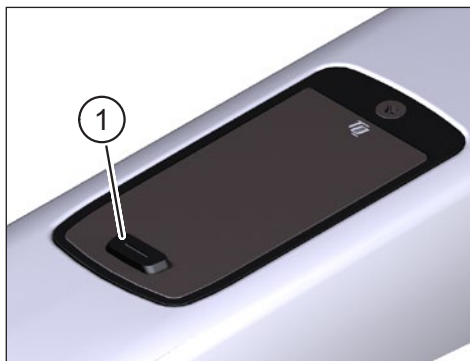
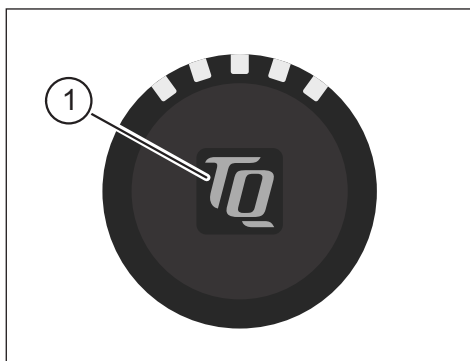

Fig. 1: Display
Fig. 2: Bar End Display
- Allumez le système en appuyant **brèvement** sur le bouton-poussoir (élément 1 Fig. 1) du Display ou sur le Bar End Display (élément 1 Fig. 2).
- Éteignez le système en appuyant **longuement** sur le bouton-poussoir (élément 1 Fig. 1) du Display ou sur le Bar End Display (élément 1 Fig. 2).